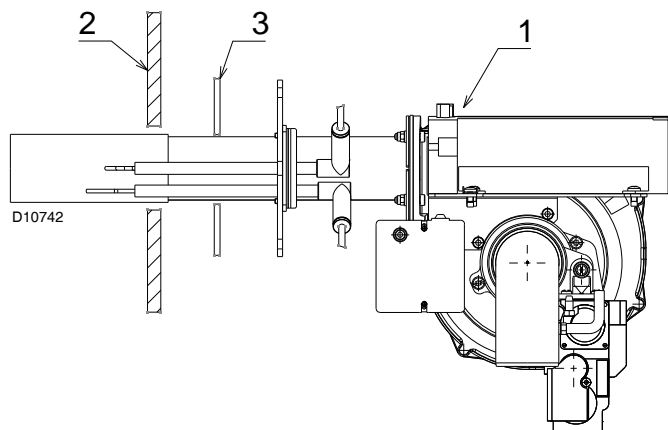

Fig. 8
- fissare il bruciatore 1)(Fig. 8) alla portina della caldaia 2) mediante 4 viti e (se necessario) 4 dadi forniti a corredo, interponendo lo schermo isolante 3).